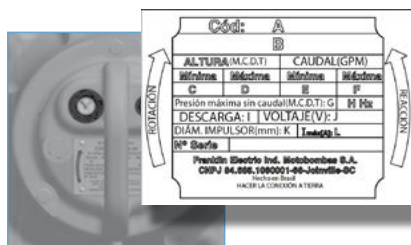

Figura 7 - Placa de identificación de la bomba y sentido de rotación y reacción.
- El retroceso de arranque (indicado en la plaqueta como “REACCIÓN” en la figura 7) debe ser en sentido antihorario si se es visto desde arriba, sobre la cubierta del motor. De no ser así, consulte a un profesional habilitado para que invierta la posición de los cables de conexión.
Rotación invertida.	• Corrija el sentido de rotación, véase la sección 4.3, figura 7.